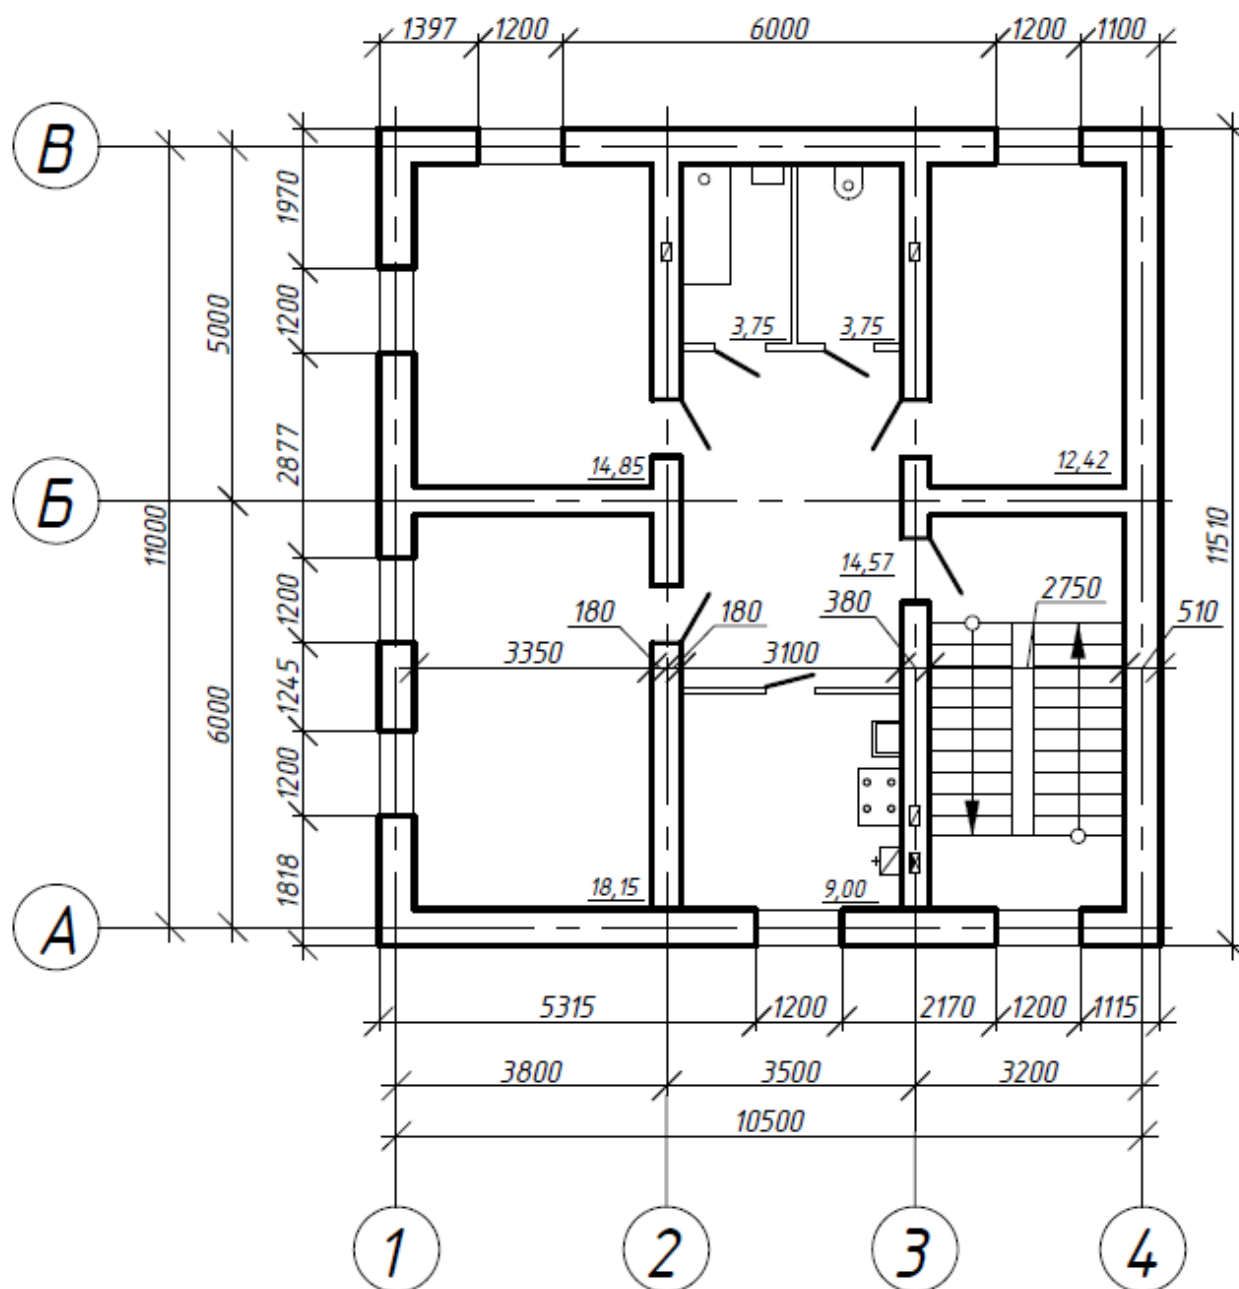

Рис. 3.11. План здания с размерами
11. Обозначить при помощи команды «Выноска» вертикальные координационные оси арабскими цифрами, а горизонтальные – прописными буквами в алфавитном порядке (рис. 3.11).